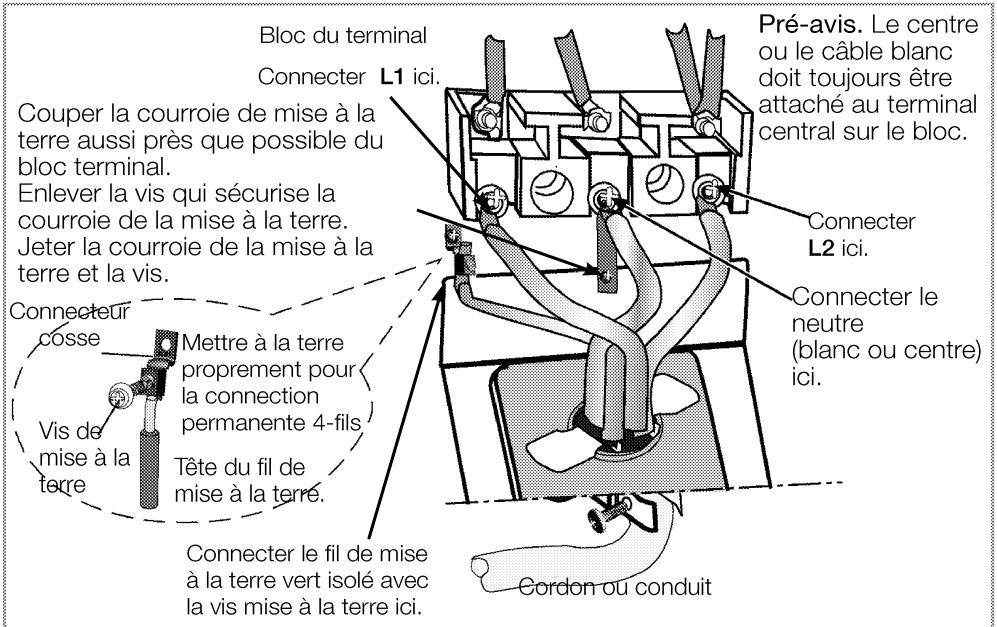

Fig. 9- 4 fil
- c- Connecter le terminal neutre ou conduire le circuit de dérivation neutre de la manière habituelle (lorsque l'appareil doit être connecté en utilisant un ensemble de cordons, utiliser un cordon à 4-conducteurs ou un conduit dans ce but). Voir la Fig. 9
- 4- Voir la Figure 8 pour la connection de courant à 3 fils et la Figure 9 pour la connection à 4 fils.
i IMPORTANT: Le fils neutre du circuit d'alimentation doit être connecté au bloc terminal neutre localisé au centre du bloc terminal. Les fils d'alimentation doivent être connectés en bas à droite et à gauche des terminaux du bloc terminal. Le fil de mise à la terre doit être connecté au tenon de cuivre de mise à la terre tel que montré dans la figure 9 ci-dessus.